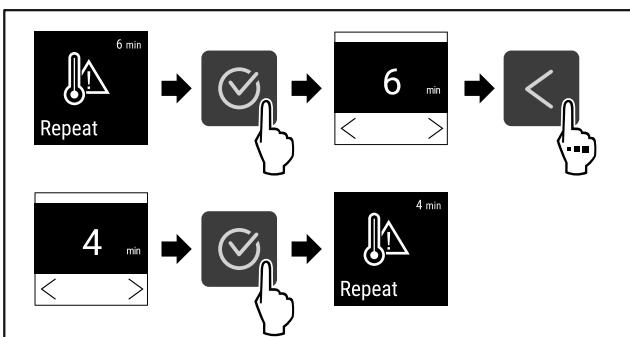

Fig. 101
- Vykonajte kroky akcie (pozri Fig. 101) .